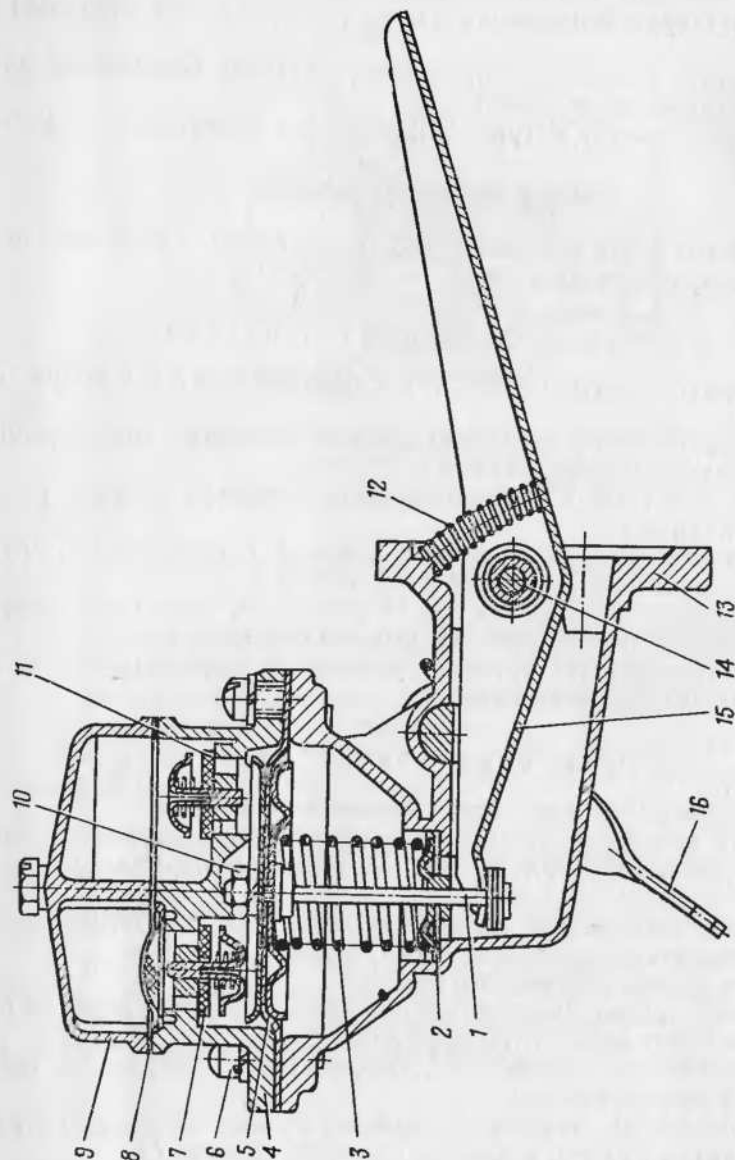

Рис. 49. Бензиновый насос:
1. Вывернуть винты 6 (рис. 49) и снять головку 4 в сборе с крышкой 9.